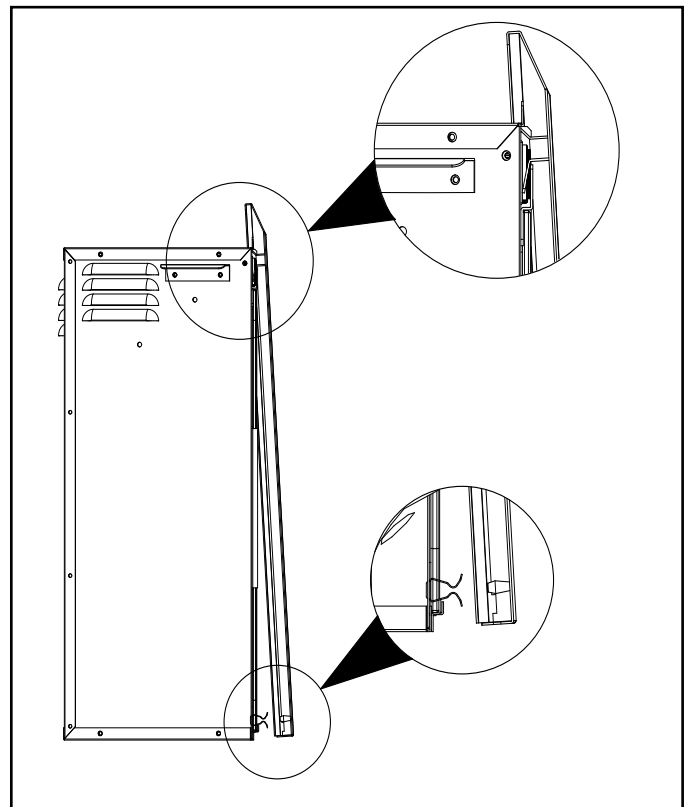

Figure 4.10 Installation de la façade décorative
10. Réinstallez la façade décorative. Voir l'installation de la façade avant à la figure 4.10.
1. Installez la façade de l'appareil fourni en alignant les deux (2) crochets supérieurs situés à l'arrière de la façade avec les crochets situés à l'avant de l'appareil. Voir la figure 4.10.